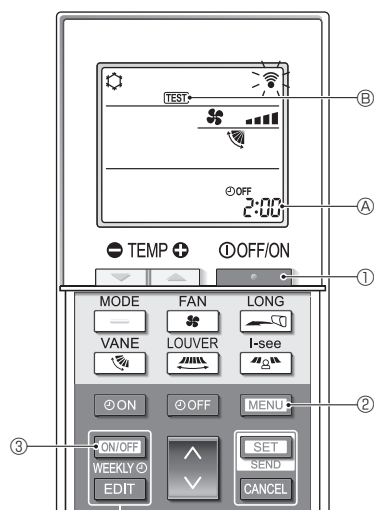

Fig. 7-5
■ Тестовый прогон (Fig. 7-5)
- Нажмите кнопку [ON/OFF WEEKLY] ①, чтобы остановить работу кондиционера воздуха.
- Если недельный таймер активирован (есть надпись **WEEKLY**), нажмите кнопку [ON/OFF WEEKLY] ③ для отключения таймера (нет надписи **WEEKLY**).
- Нажмите и удерживайте в течение 5 секунд кнопку [MENU] ②.
- Нажмите кнопку [MENU] ②.
- Появляется надпись **TEST** ④, и блок переходит в режим тестового прогона.